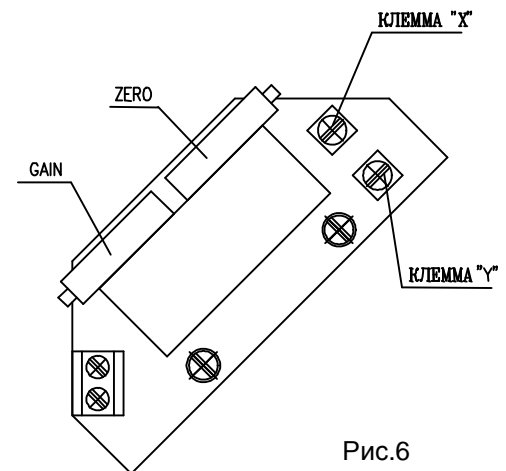

Рис.6
4.4.1 EPV - 2-проводниковое включение (рис.6)
- Установите датчик сопротивления на основании инструкций в предыдущей главе так, что величину сопротивления измеряйте на клеммах X-Y (рис.6). (употреблен датчик с сопротивлением 100Ω)
- Поворачиванием устанавливающего триммера ZERO (рис.6) установите величину выходного сигнала тока, измеряемого на клеммах 81-82, на величину 4 мА.
- Поворачиванием устанавливающего триммера GAIN (рис.6) установите величину выходного сигнала тока, измеряемого на клеммах 81-82, на величину 20 мА.